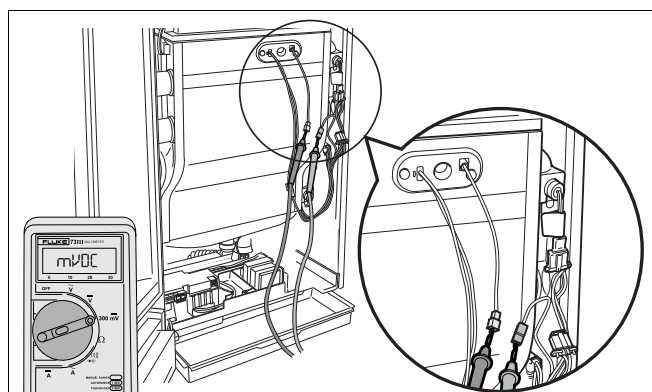

Fig. 99 Ionisatiestroom meten
- Sluit het meetapparaat in serie aan (→ fig. 99). Op het meetapparaat het μA -gelijkstroombereik kiezen. Het meetapparaat dient over een resolutie van minimaal $1 \mu\text{A}$ te beschikken.